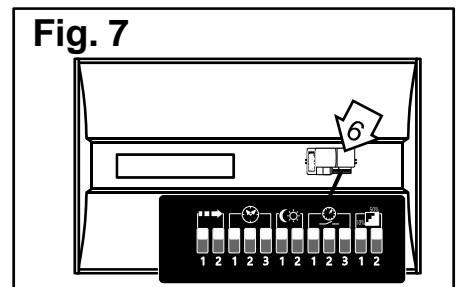

Fig. 7
3. Ajuste los **interruptores DIP** en el **sensor de movimiento** (#6) como desee (**Fig. 7 y 8**).